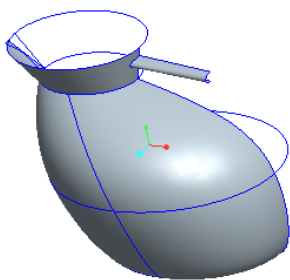

图 5-103 创建的边界混合曲面
- 单击“应用”按钮, 创建的边界混合曲面如图 5-103 所示。